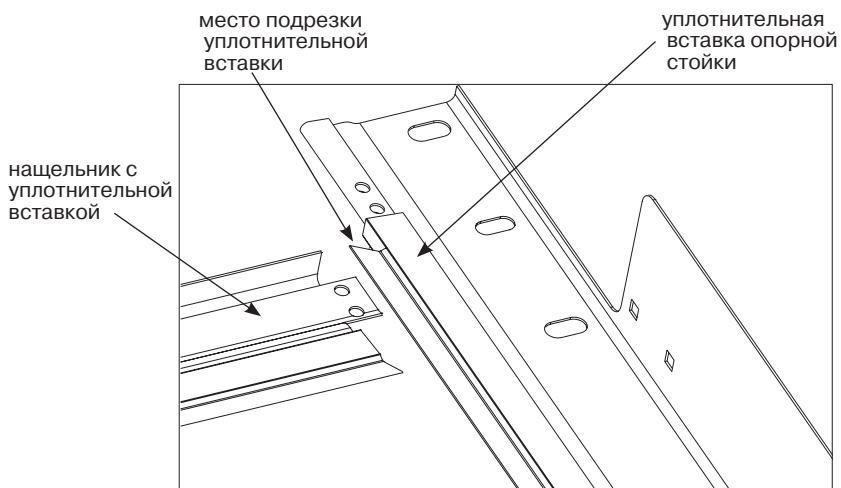

Рис. 7.2. Подрезка уплотнительной вставки опорной стойки
- Произвести подрезку уплотнительных вставок, устанавливаемых в опорные стойки (рис.7.2). Подрезается эластичная часть вставки таким образом, чтобы перекрытие уплотнительных вставок опорной стойки и нащельника происходило по эластичным частям внахлест. Уплотнительная вставка нащельника должна накладываться на вставку опорной стойки (при взгляде с наружной стороны ворот).